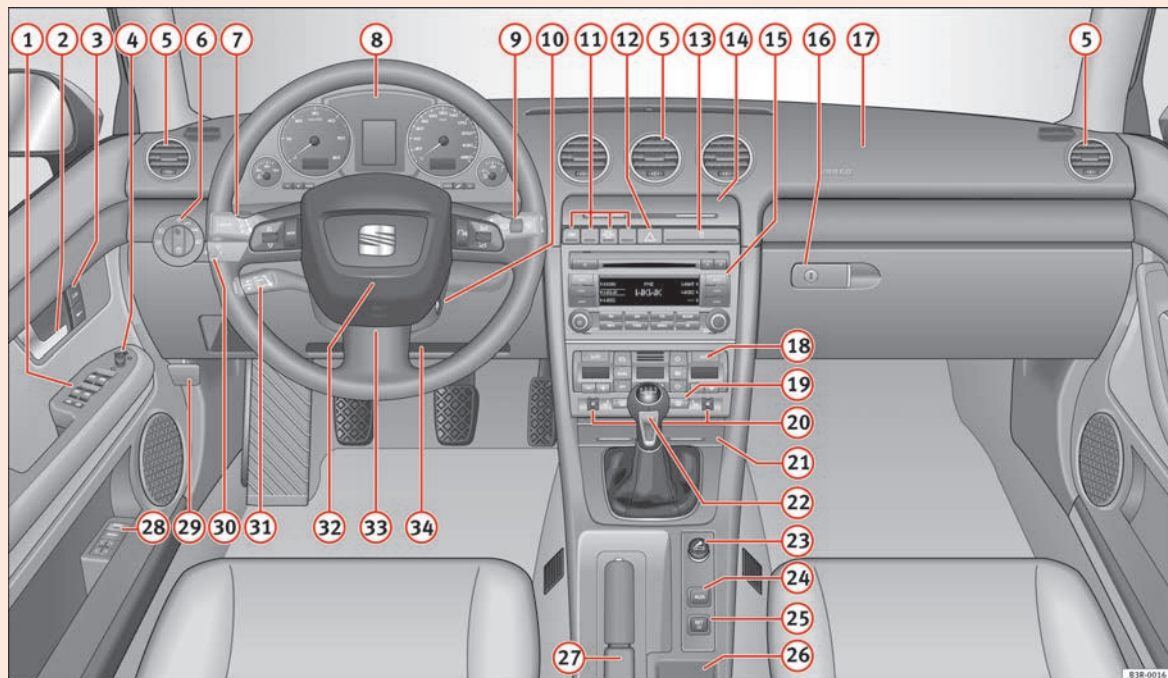

Abb. 36 Einige der gezeigten Instrumente oder Anzeigefelder gehören nur zu bestimmten Modellausführungen oder sind Mehrausstattungen.
- Bei Fahrzeugen mit Rechtslenkung\* weicht die Anordnung der Bedienelemente zum Teil von der in ⇒ Seite 58, Abb. 36 gezeigten Anordnung ab. Die Symbole, die die Bedienelemente markieren, sind jedoch gleich. ■